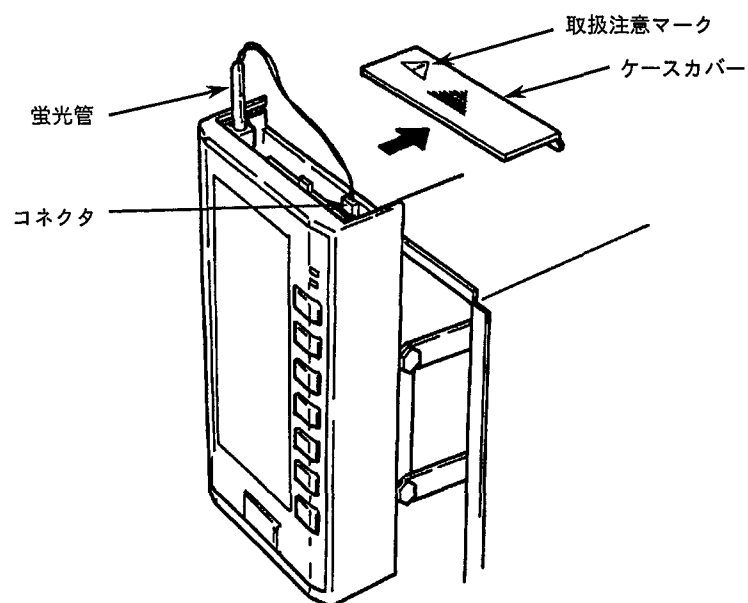

図11.4 蛍光管の交換
- ①フロントパネルをスイングアップします。
- ②フロントパネル上部のケースカバーを取り外します。
- ③蛍光管用コネクタを外し、蛍光管を引き上げます(図11.4参照)。
①取り外し方法と逆の手順で、新しい蛍光管をセットします。